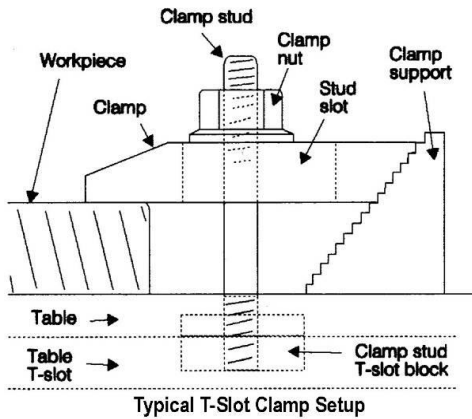

Рис.17
- Зафиксируйте заготовку, используя Т-образные прихваты, винты и блоки (Рис.17).